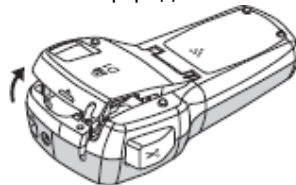

Рис. 3.
1. Поднимите крышку, чтобы открыть отделения для вставки картриджа. См. Рис. 3.